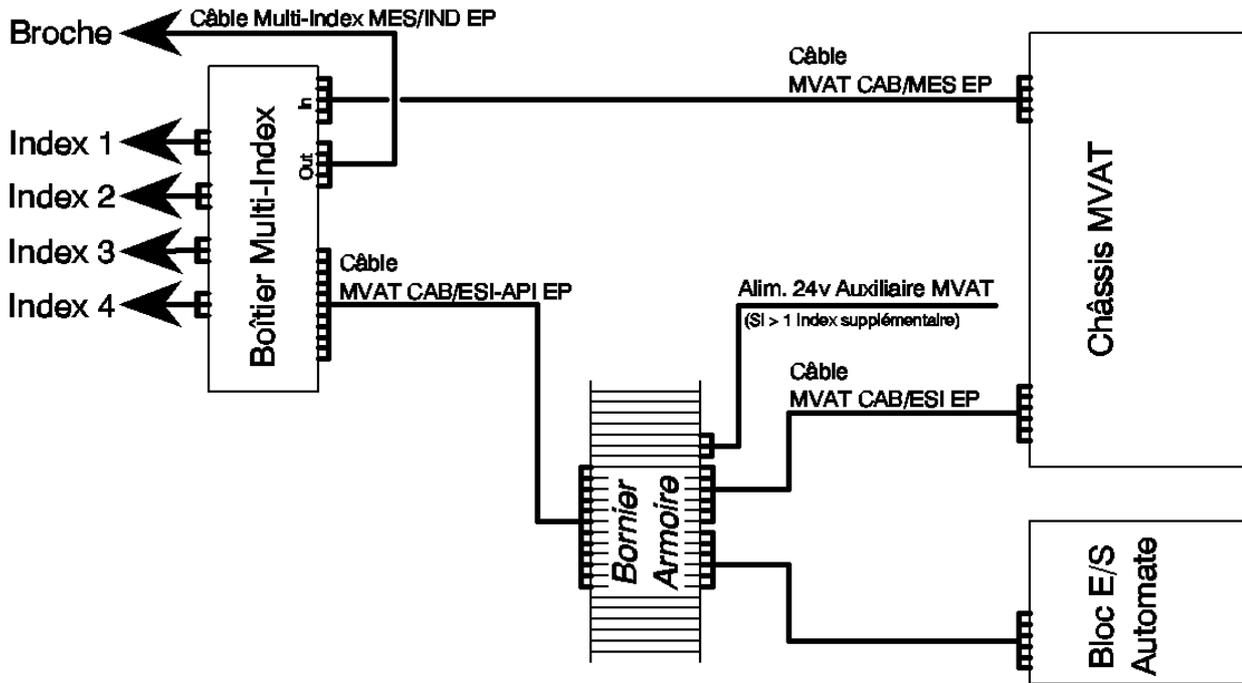

Fig. 3
* Le changement d'index de 0 à X ($X= 1$ à 4) par la sélection automate est reconnu lorsque le flag `FB_XCHG_INDEX` est à 1 et vérifié par l'écho sélection câble E/S MVAT CAB/ESI EP LG3m. Le câble MVAT CAB/ES2 EP LG3m peut être utilisé à condition que les conducteurs non affectés soient isolés fig.3